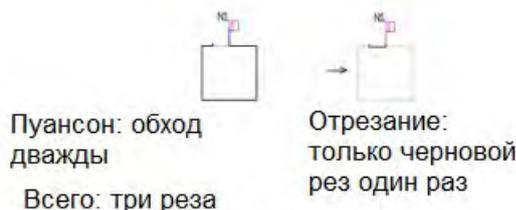

Рис. 1
(1) RoughCut (черновой рез): если отмечен флажок RoughCut, отрезка пуансона происходят только один раз, как на рис. 1.